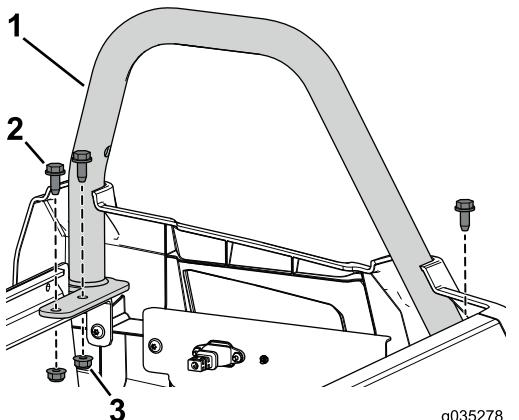

図 91
12. 左後腰部ガードを座席ベースアセンブリに固定する先ほど外したフランジボルト3/16 x 3/4インチ3本とフランジナットを使う図91。